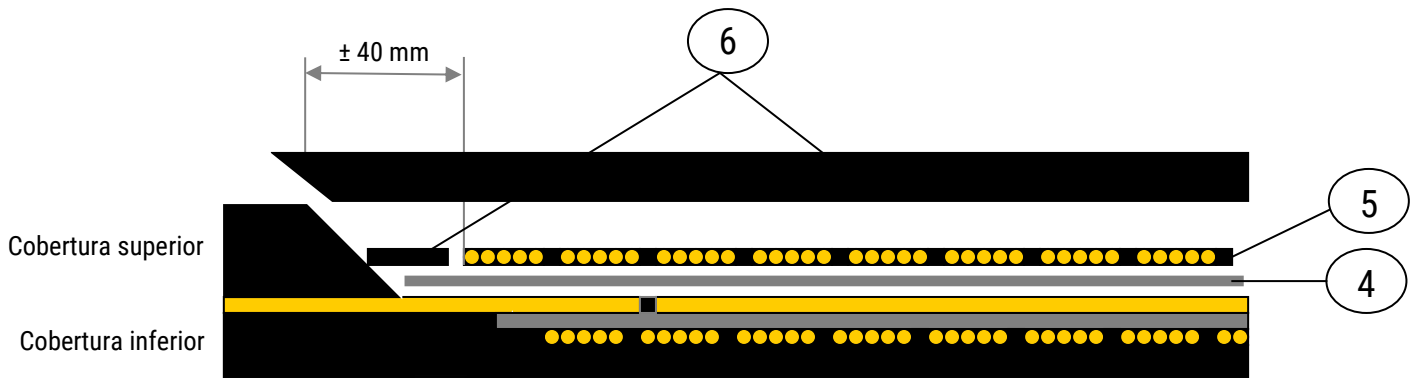

Figura 4. Estructura de la cobertura superior
- Coloque la tira de inserción en sentido transversal en Dunlofol (ver figura 4.). La longitud de las tiras de inserción debe ser igual al ancho de la carcasa de acero. El espacio que rodea las tiras de inserción debe rellenarse con Duncover.